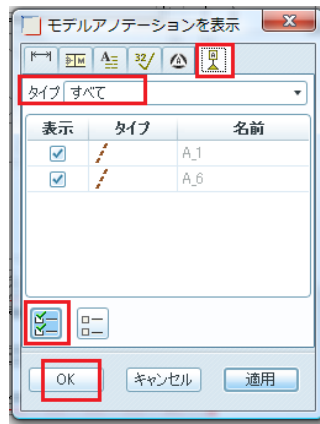

図 21 軸表示
3) 軸表示: 続いて図 21 に示すように、「アノテーション」タブをクリックし、タイプを「すべて」に設定する。表示項目が軸タイプ「 $\varnothing$ 」に変わるので、「全てを表示」を ON  $\Rightarrow$  「適用」  $\Rightarrow$  OK ボタンをクリックする。